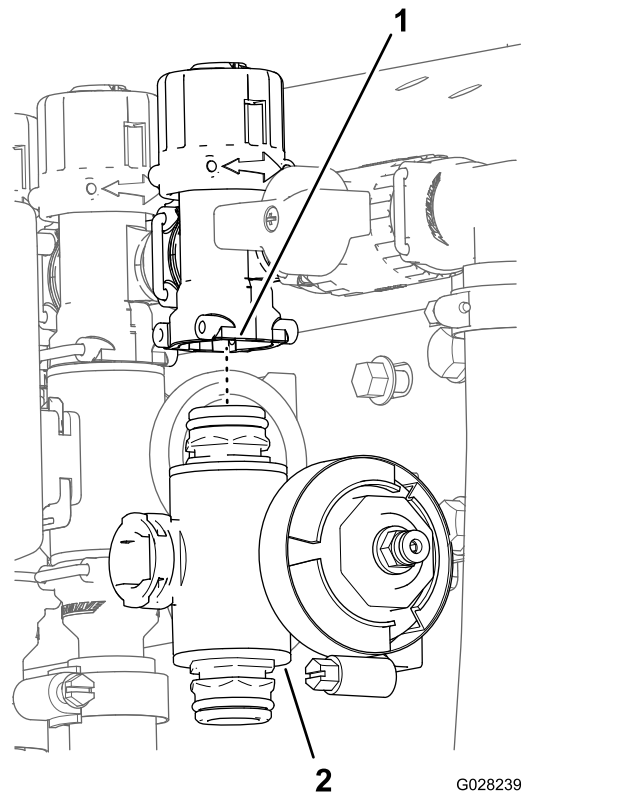

Bild 121
3. Entfernen Sie für die linken oder rechten Auslegerabschnittsventile die Bundkopfschrauben und Sicherungsbundmuttern, mit denen die Abschnittsventile an der Ventilhalterung befestigt sind. Entfernen Sie die Ventilverteiler für das mittlere Abschnittsventil von der Maschine; entfernen Sie den Abschnittventilverteiler von der Maschine (Bild 121).